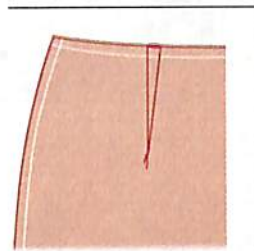

Рис. 69. Обработка вытачки
3. Развернуть деталь и заутюжить по направлению к линии середины детали (рис. 69). При этом слабину ткани в области вершины вытачки аккуратно сутюжить (*сутюживание* – уменьшение размеров выпуклости посредством влажно-тепловой обработки).